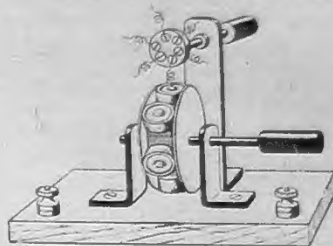

Рис. 9.
**ИДЕЯ** экспериментального детектора, дающего возможность производить опыты с различными кристаллами и пружинками, дана на рис. 9.